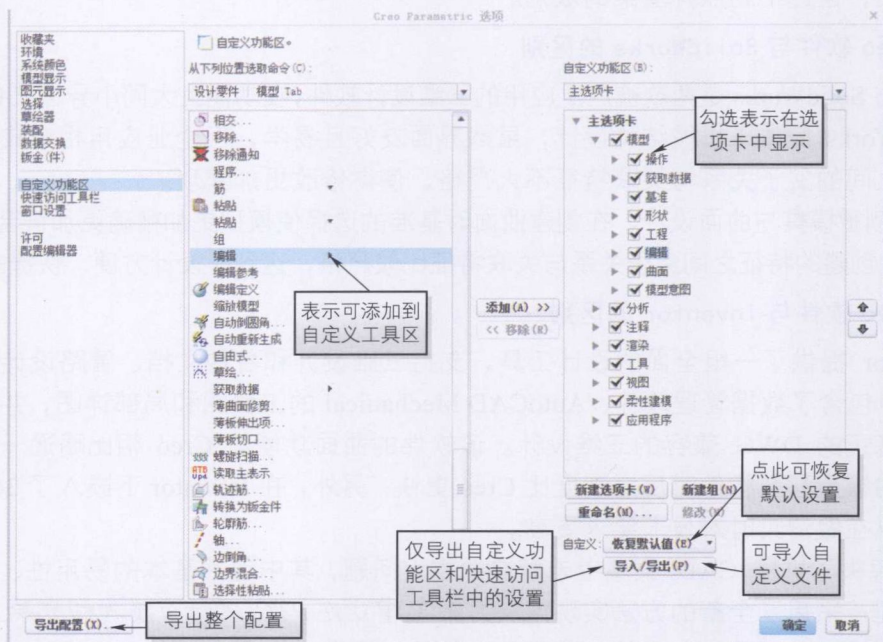

图 1-3 【Creo Parametric 选项】对话框
2) 执行【文件】→【选项】命令，弹出【Creo Parametric 选项】对话框，单击【自定义功能区】以显示所有命令，或在任意选项卡上右击，在弹出的快捷菜单中选择【自定义功能区】，出现如图 1-3 所示内容。